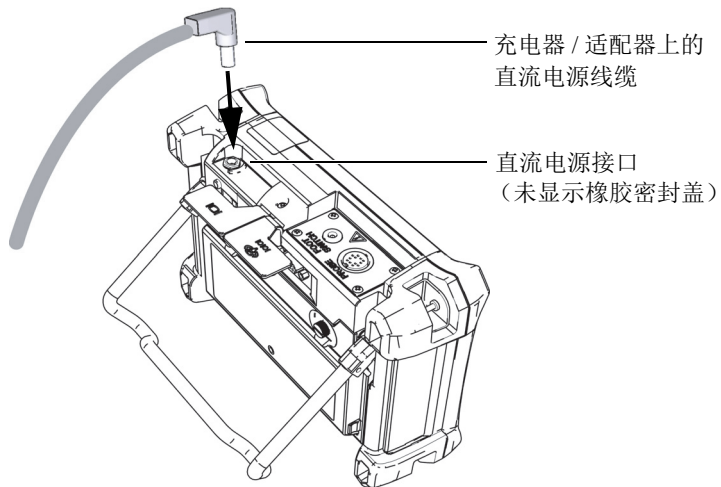

图 1-9 连接直流电源插头
3. 将充电器 / 适配器上的直流电输出电源线连接到 Magna-Mike 8600 仪器顶部的直流电源接口（参见第 20 页的图 1-9）。